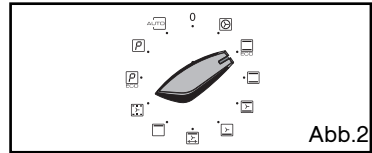

Abb.2
– Den Funktionswähler auf die Position "ECO" STELLEN. DIE ANZEIGE "ECO" LEUCHTET AUF (ABB. 2).